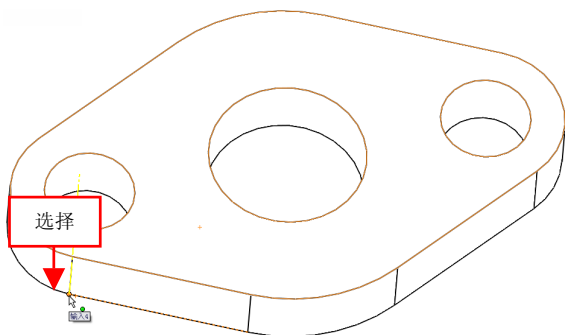

图 4-31 选择下方端点
(3) 选择左下方直线的下方端点对象，如图 4-31 所示。